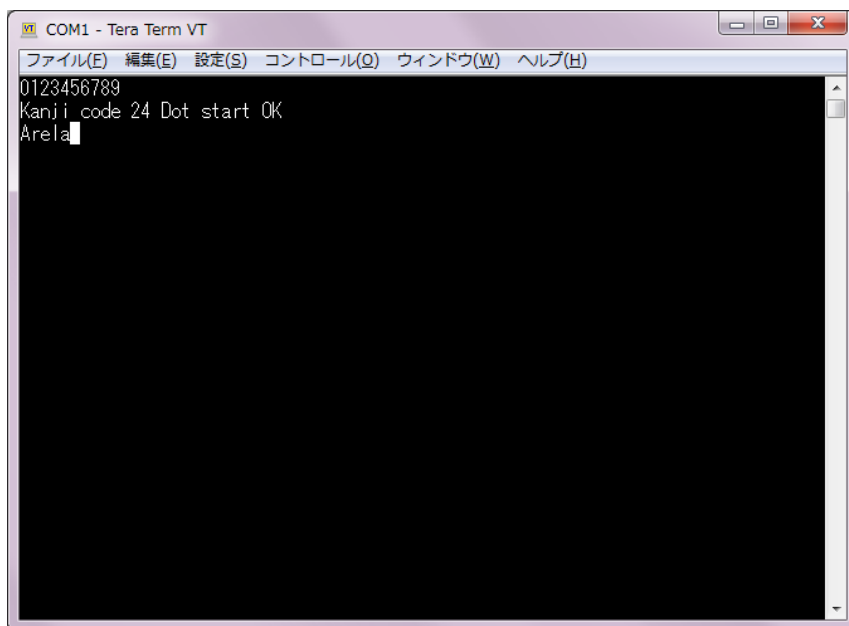

図 5-2
- (5) 図 5-2 の様に”Arela”と文字を入力した後、リターンキーを押して文字を送信してください。